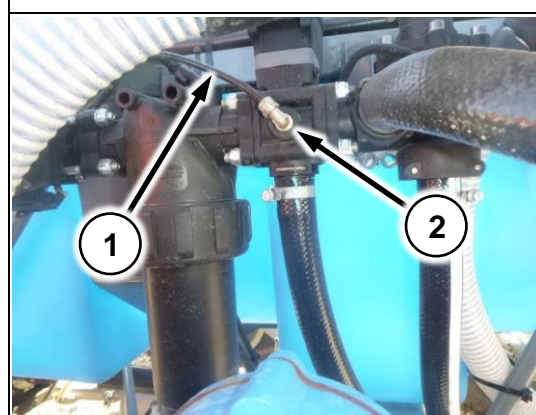

Рис. 49
6. Соедините нейлоновую трубку (Рис. 49/1) от манометра хим. системы с фитингом на гидрораспределителе (Рис. 49/2)